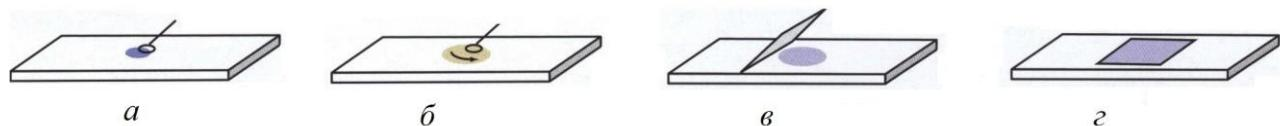

Рис. 1.4. Схема виготовлення препарату «роздавлена крапля»
8. Отриману суспензію мікроорганізмів накрийте покривним склом. Щоб у полі зору не було пухирців повітря, розташуйте покривне скло під кутом 40–45 °, доторкніться ним до краю краплі і, коли вона розподілиться вздовж межі, обережно накрийте краплю суспензії покривним скельцем (рис. 1.4, в, г).